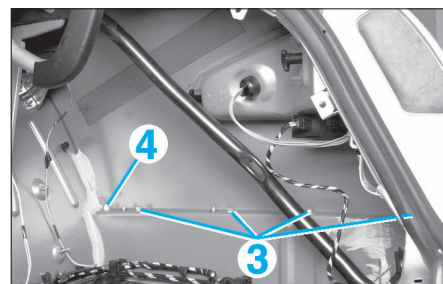

FIG. 45
- Déposer les fixations (3) (Fig.45).